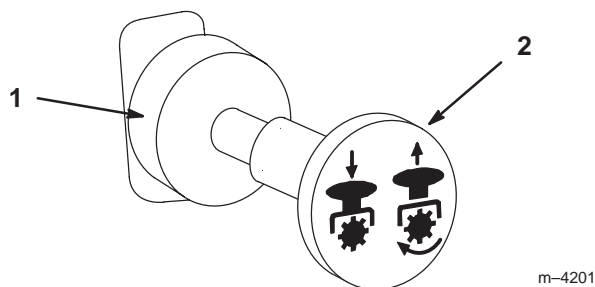

Figure 15
3. Tirez sur la commande de prise de force (PDF) pour l'engager (Fig. 15).
Repoussez la commande de PDF à la position désengagée (Fig. 15).